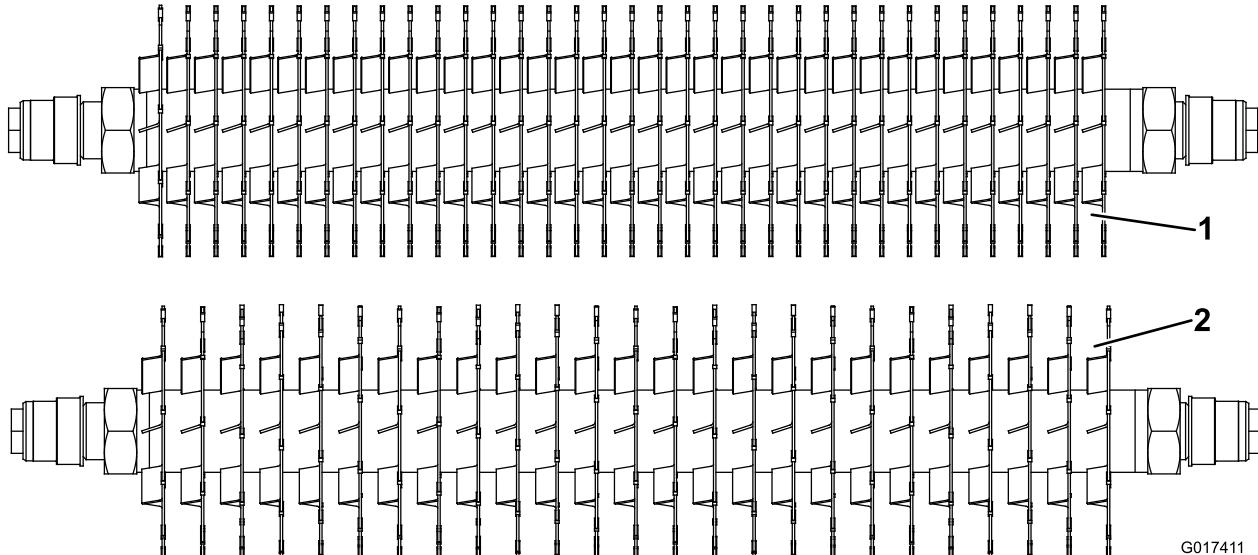

Figura 13
Para alterar a configuração da unidade de corte vertical do espaçamento standard de 1,92 cm (0,75 pol.) para o espaçamento de 1,27 cm (0,5 pol.) é necessário um espaçador adicional (34), peça número 17-1580 e (10) lâminas de carboneto adicionais, peça número 106-6355 ou (10) lâminas regulares, peça número 17-1590 (Figura 13).